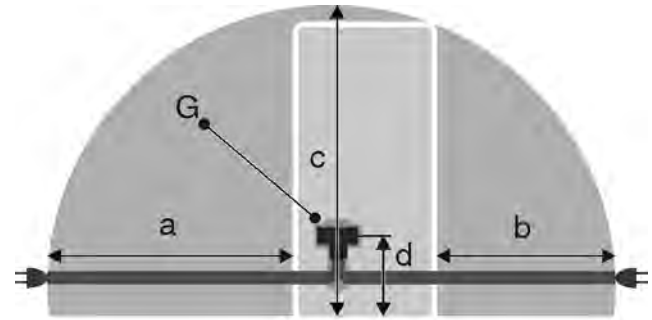

Fig. 23\*
- Розетка находится не за устройством, а в зонах a или b Fig. 23 (a, b, c).
- ▶ Штекер устройства Fig. 23 (G) подсоедините с задней стороны устройства. Следите за правильной фиксацией.